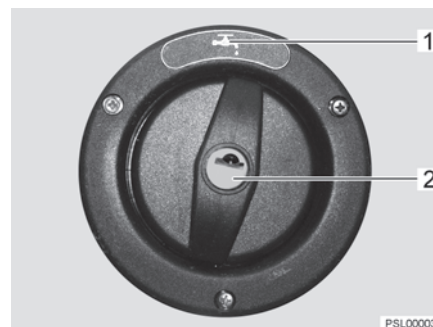

Fig. 44 Couvercle de fermeture pour bec de remplissage d'eau potable
- ▷ Le bec de remplissage d'eau potable est désigné par le symbole "☕" (Fig. 44,1).
- Insérer la clé dans le barillet (Fig. 44,2) et la tourner dans le sens inverse des aiguilles d'une montre.